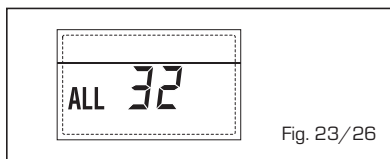

Fig. 23/26
- **ANOMALÍA COMUNICACIÓN FICHA RS-485 EN MODALIDAD MODBUS "ALL 33"** (fig. 23/27)